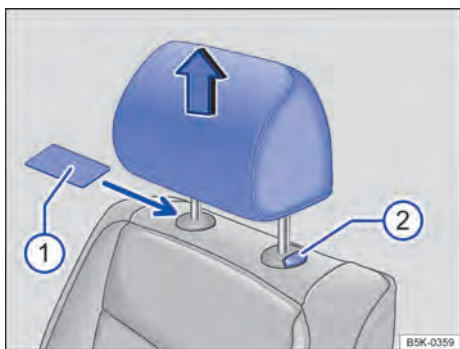

Fig. 64 Desinstalar o apoio para cabeça dianteiro.
- Empurrar o apoio para cabeça totalmente para cima ⇒ Fig. 64 1 em *Ajustar o apoio para cabeça* na página 116.
- Se necessário, empurrar um objeto plano, por exemplo, um cartão de plástico, entre o revestimento do encosto do banco e a capa de cobertura da barra guia do apoio para cabeça ⇒ Fig. 64 1 para destravar.